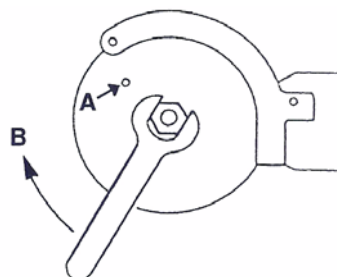

Abbildung 5: Fixieren des Sägeblattes
- Den Haltestift als Verdrehsicherung in die Sägeblatt- und die darunterliegende Bohrung (A) stecken (siehe Abb. 5).
- Schrauben Sie die Sechskantmutter fest - im Uhrzeigersinn (Pfeil B) drehen und mit ca. 50 Nm spannen (siehe Abb. 5).